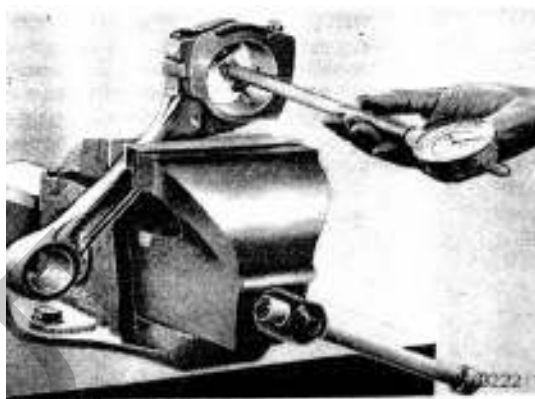

РИС. 35
- 8) Проверьте посадочное отверстие нижней головки и запишите показания на контрольном листе-3 (рис. 35).